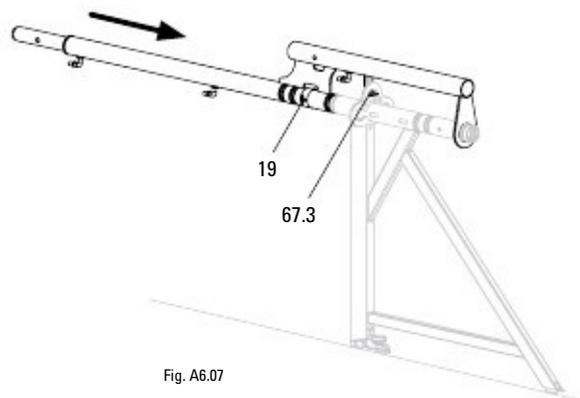

Fig. A6.07
Откачете стойката на защитния панел, за да я закрепите със заключващи щифтове Ø 48/57 (19). (Fig. A6.07)